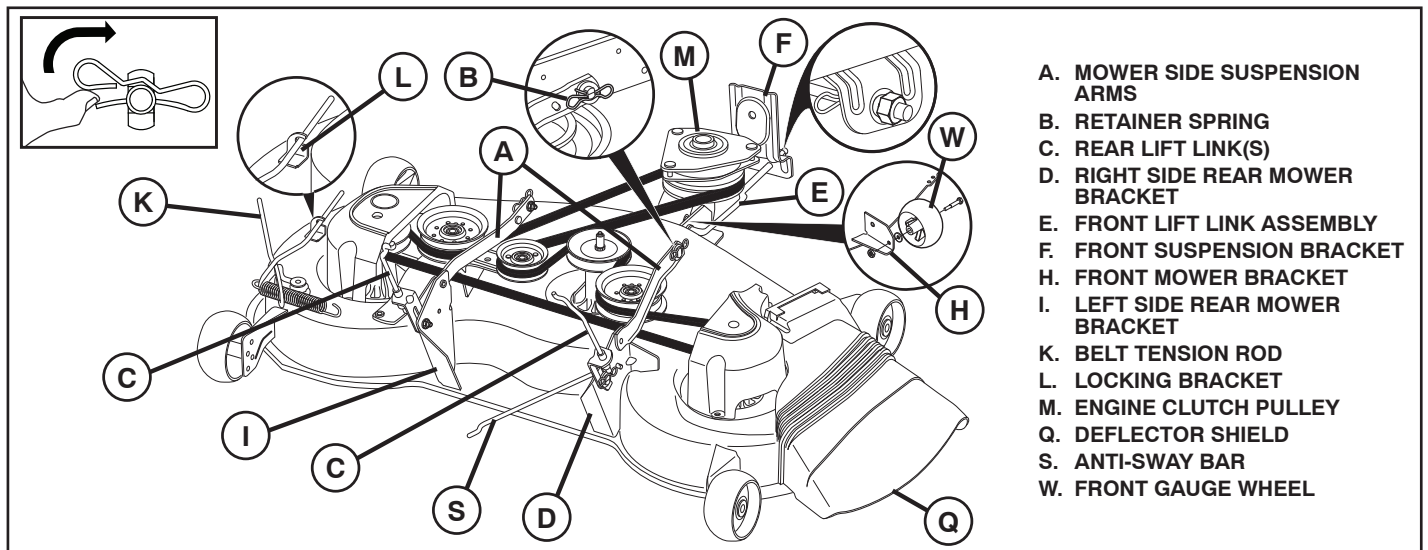

Fig. 22
TO REMOVE MOWER (See Fig. 22)
TO INSTALL MOWER (See Figs. 22 - 34)
1. SET PARKING BRAKE LEVER AND LOWER ATTACHMENT LIFT LEVER (See Fig. 22 & 23)